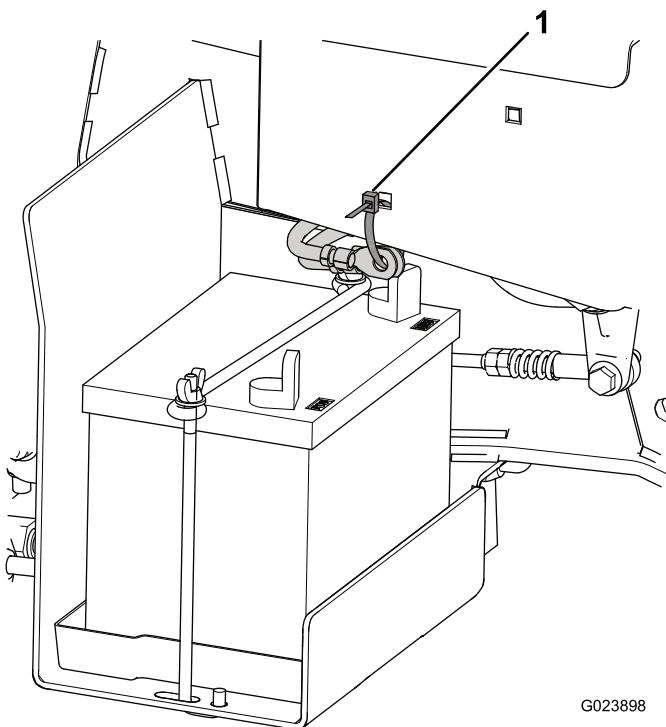

Figura 4
- Tagliate e quindi scartate la fascetta per cavi che fissa i cavi della batteria al telaio (Figura 4).